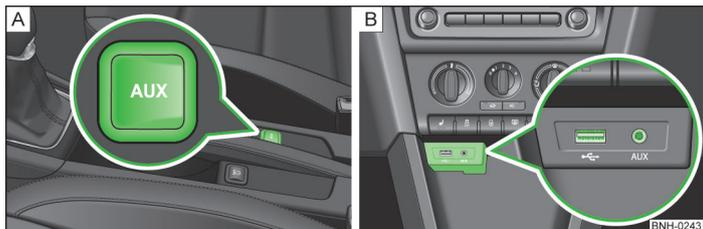

Fig. 87 Entrada AUX / entrada MDI
- entre los asientos delanteros en la consola central » fig. 87 - A;
En vehículos con entrada MDI, ésta se encuentra encima del compartimento guardabultos situado en la consola central delantera » fig. 87 - B.